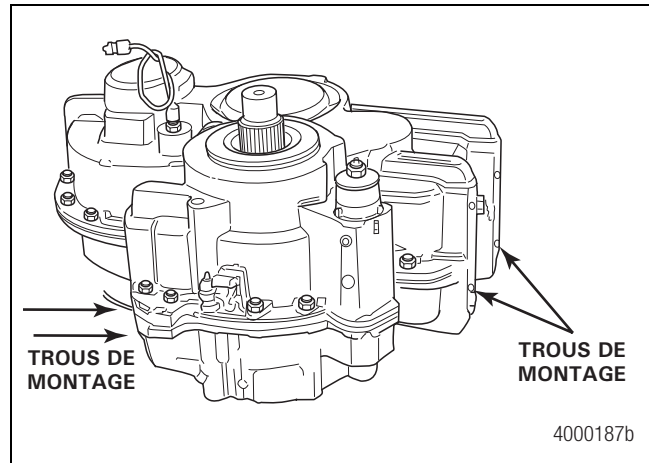

Figure 4.17
4. Attacher un dispositif de levage approprié aux boulons à œil. Soulever le carter arrière pour le séparer du carter avant. Figure 4.17.